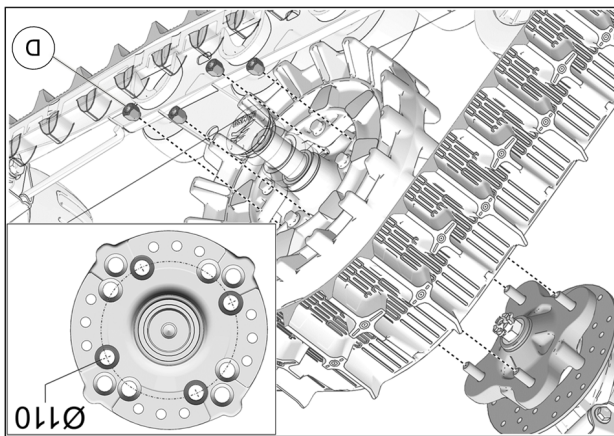

Fig. 9
8. Fixer le système de traction au moyen de roue arrière. Utiliser le cercle de perçage de  $\varnothing 110$  mm et les écrous de roue M10 (D) fournis. Voir la Fig. 9